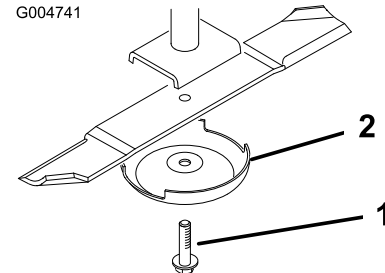

Bild 85
2. Halten Sie das Ende des Messers mit einem stark wattierten Handschuh oder wickeln Sie einen Lappen um es herum. Entfernen Sie die Messerschraube, die Antiskalpierscheibe und das Messer von der Spindelwelle (Bild 85).